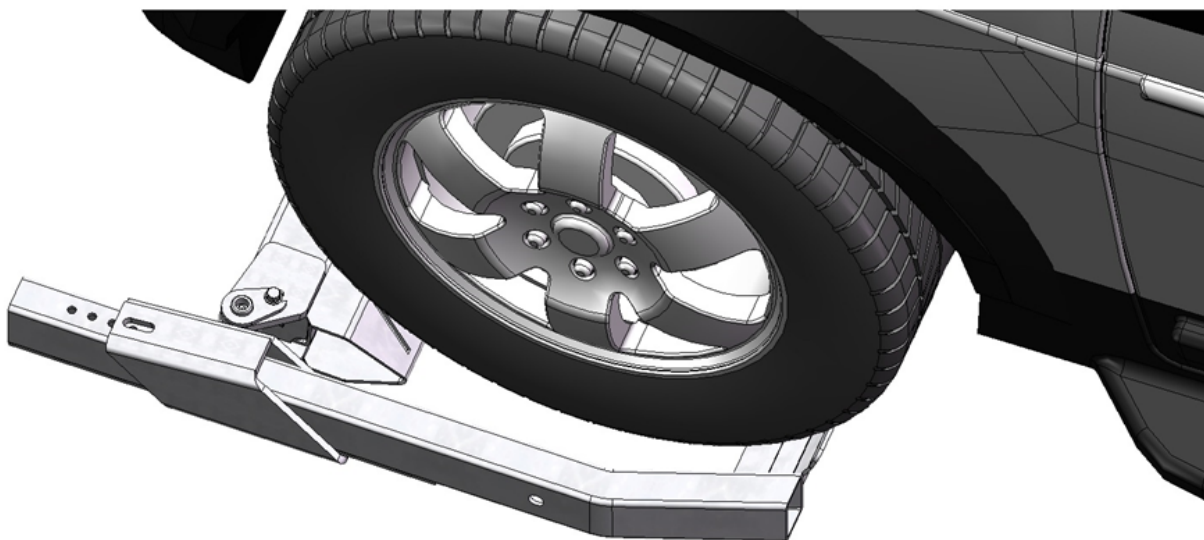

FIGURE 41 – INSÉRER LES BRAS EN L ET LES GOUPILLES DE RETENUE
4. Insérez les bras en L du lève-roues dans la traverse de remorquage en les plaçant contre l'arrière des pneus à l'extérieur des roues, comme le montre la Figure 41. Insérez les goupilles de retenue. Les bras en L pourraient devoir être ajustés pour arriver vis-à-vis les trous pour les goupilles.